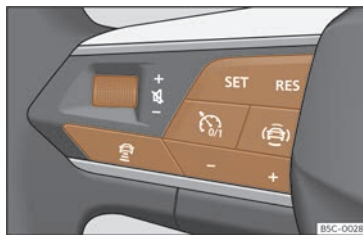

Fig. 154 Al volant multifunció: botons per fer servir l'ACC
El vostre vehicle disposa d'ACC si disposa de menú de configuració en el sistema d'Infotainment»» pàg. 91, i si disposa dels botons propis de la funció ACC al volant multifunció »» fig. 154.
- Per començar la regulació, premeu el botó **SET** >>> **fig. 154**.
Per programar la velocitat, premeu els botons **+** o **-** >>> **fig. 154** fins a la velocitat desitjada. L'ajust de la velocitat es realitza en intervals de 10 km/h (5 mph).
• Premeu el botó  i, a continuació, el botó + o ->>> **fig. 154**.